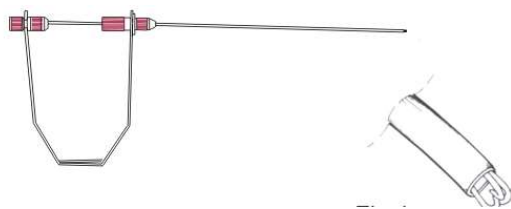

Figura 1
- Antes de introduzir a pinça verifique se a garra está recolhida (figura 1);